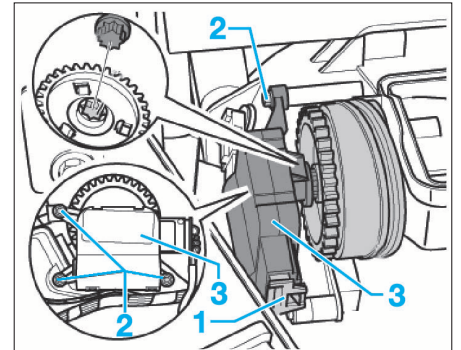

FIG. 32
- Déposer le diffuseur de plancher droit (1) (Fig.32).
- Déposer les vis de fixation (2) et déposer le servomoteur.
- Décrocher le levier (3) du servomoteur du volet de mélange d'air (4).